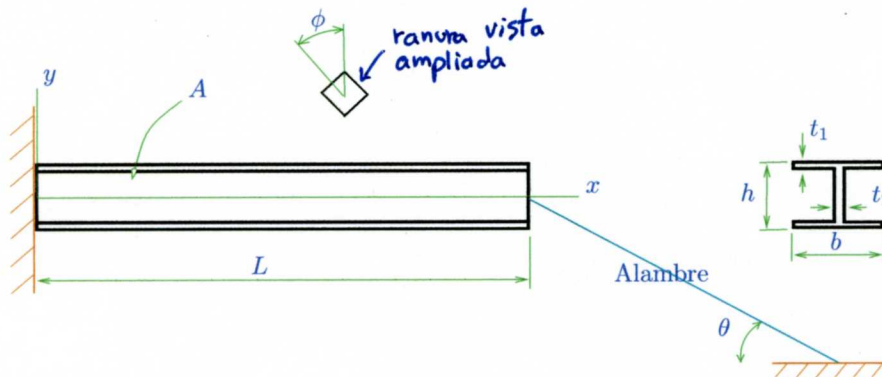

Figura 3: Viga y alambre.
3. (25 puntos) En la Figura 3 se tiene una vista de una viga doble T empotrada en un extremo y en el otro conectada a un alambre cuya tensión es $T = 20\text{kN}$. En A cuya posición es